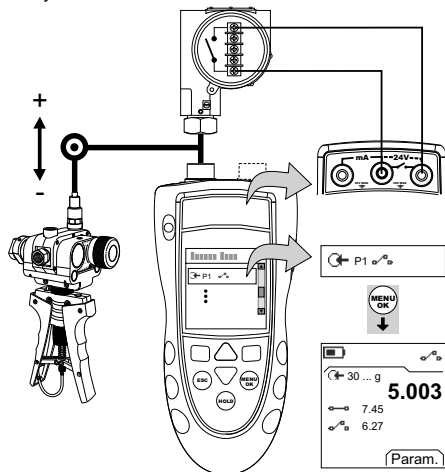

Figure 4 : Exemple de configuration - Test de contact
- Raccorder l'instrument (Figure 4) et, si nécessaire, régler la Configuration (Tableau 1).